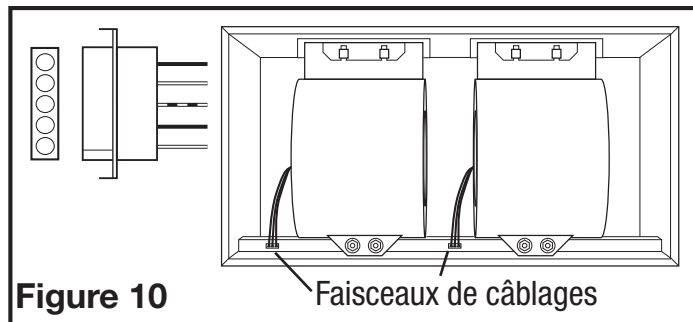

Figure 10
2. Vérifiez que tout faisceaux de câblages provenant des ventilateurs sont branchés sur leurs réceptacles sur la chaîne de montage (Figure 10).